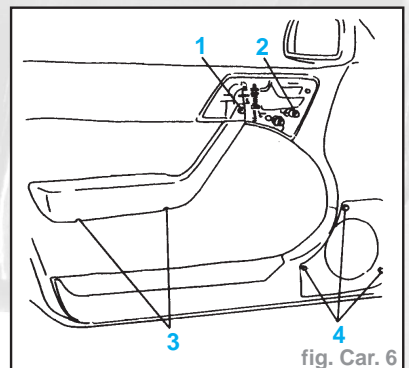

fig. Car. 6
- Déposer (fig. Car. 6) :
- les vis d'accoudeur (3)
- les trois vis (4)
- la vis d'accoudeur (1)
- la vis de fixation (2)